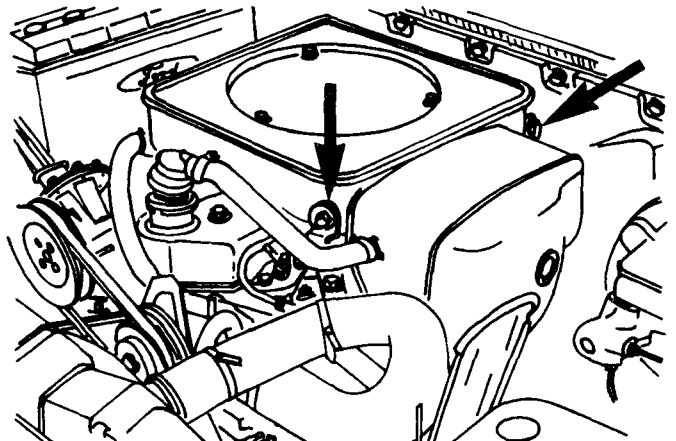

Рис. 1.44. Обе стрелки указывают болты крепления воздушного фильтра.
8. Снимите воздушный фильтр (рис. 1.44).